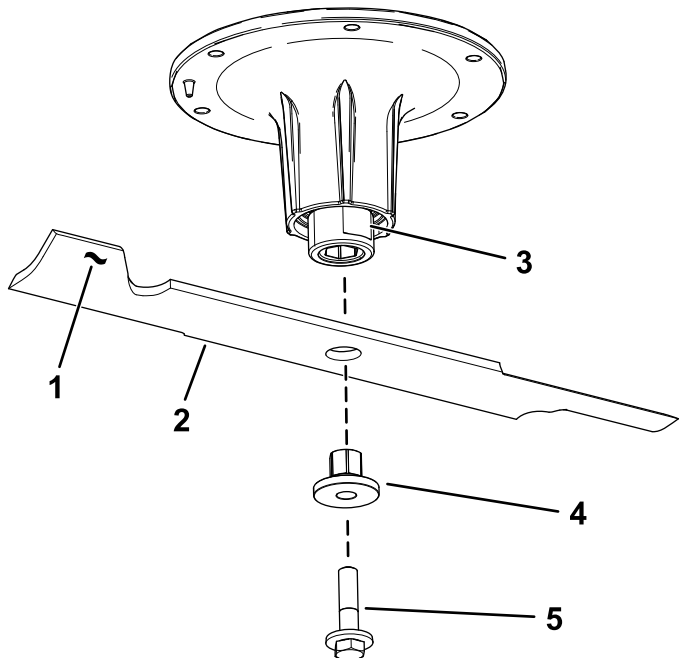

Figura 101
2. Retire el perno de la cuchilla, el buje y la cuchilla del eje (Figura 101).